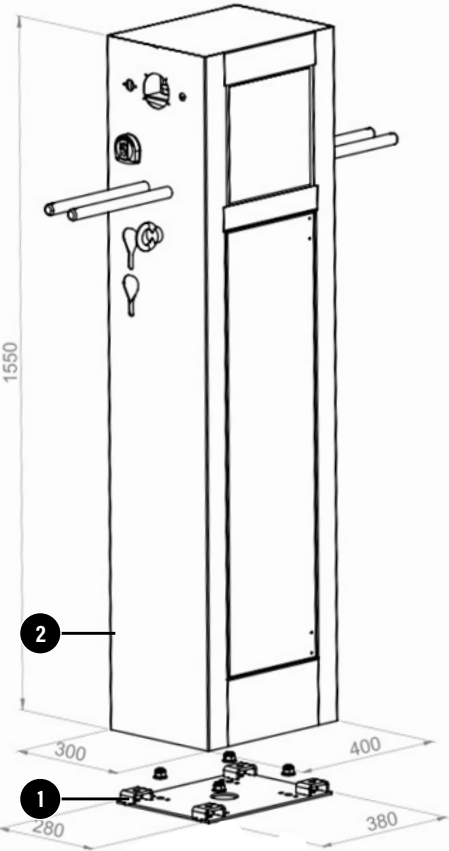

Fig. 11
2. Il montaggio della colonnina Easy avviene tramite la piastra di fissaggio fornita dal produttore, presente nell'imballo e normalmente fissata al bancale. Appoggiare la piastra (n.1 di Fig. 11) a terra e tracciare i punti di trapanatura, successivamente realizzare i fori.